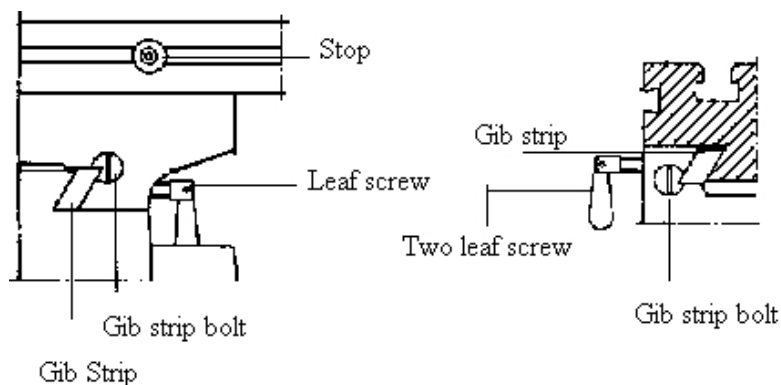

Fig. 3.
9. TAFELSLANG AANPASSEN EN Compenseren voor slijtage (zie Fig. 3)
10. Klemmen / TAFELSTEUN EN MACHINESTEUN (zie Fig. 3)